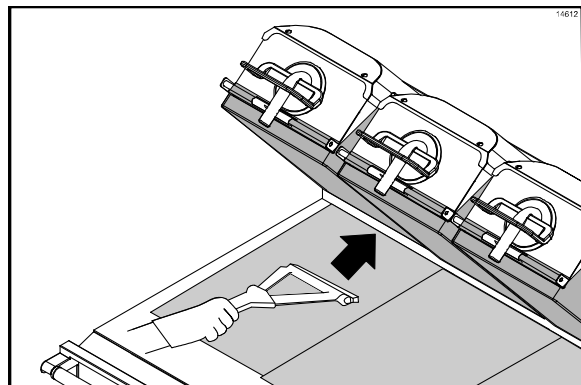

Figure 28
1. Passer le rouleau à essorer sur la feuille de protection inférieure, depuis l'avant vers l'arrière (Cf. Figure 28).